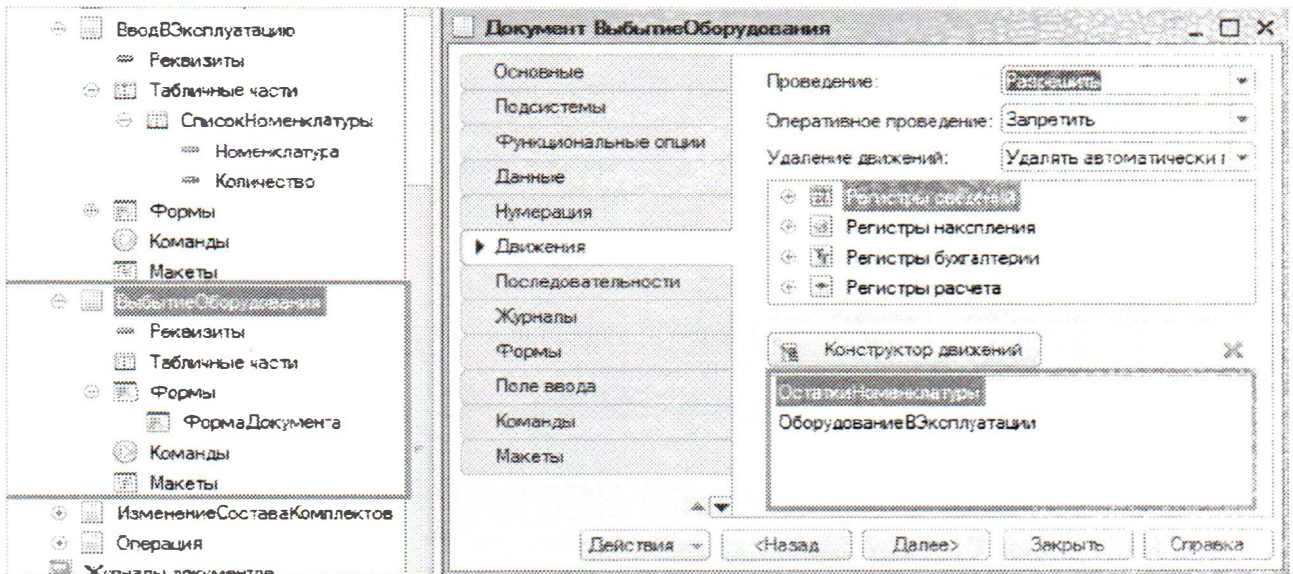

Рисунок 361
– Документ «Выбытие оборудование» регистрирует факт списания оборудования из эксплуатации (Рисунок 361).